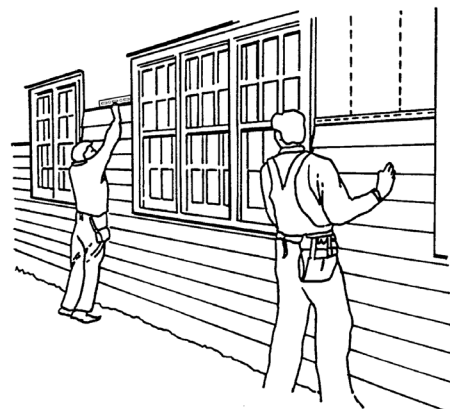

Figure 35
- Vérifier l'horizontalité des panneaux tous les quatre à cinq rangs (Figure 35). Vérifier également l'alignement du parement par rapport aux murs contigus.